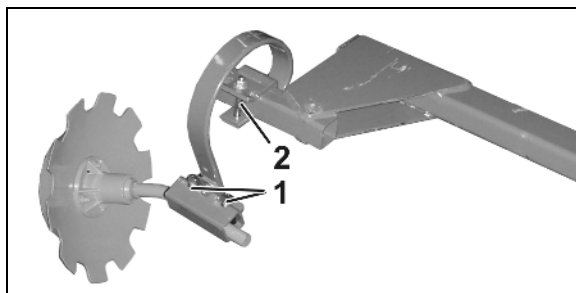

Рис. 97
3. Установите рабочую глубину путем перестановки крепежного пальца (Рис. 97/2) в зубчатом зацеплении следорыхлителя (Рис. 97/1) и зафиксируйте при помощи пальцев с пружинной защелкой.